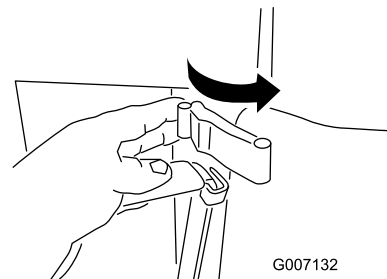

Figure 39
1. Tirez les verrous en avant de chaque côté du groupe de déplacement (Figure 39).
2. Placez les verrous sur les pattes de verrouillage de chaque côté et fermez-les (Figure 39).